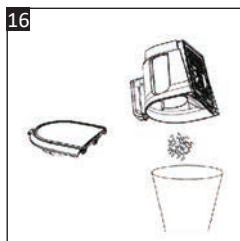

Fig. 16
3. Goliți conținutul într-un coș de gunoi (Fig. 16).